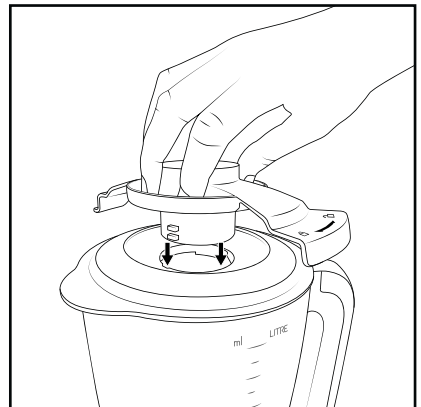

Fig. 2
- Coloque el bloqueo de la tapa 14 de forma que los encastrados del bloqueo de la tapa 14 se deslicen por los alojamientos de la tapa de la batidora 15. La pestaña ancha con los símbolos de candados (6a) debe apuntar hacia la escala europea (ml/litros) (fig. 2).